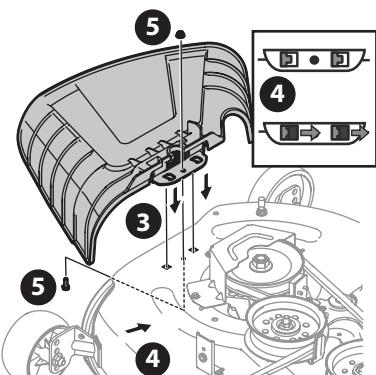

Figura 10
- Ubique el deflector del canal en la plataforma, asegúrese de insertar las lengüetas de dicho deflector en los orificios de la plataforma (Figura 10).
- Deslice el deflector del canal hacia la parte posterior del tractor hasta que el orificio del perno que está en el deflector del canal quede alineado con el orificio de la plataforma (Figura 10).